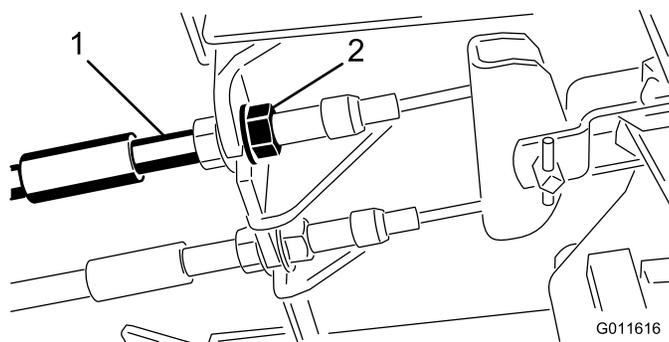

図 74
1. 遊びを減らす（ブレーキを締める）には、ブレーキケーブルのネジ山の前ナットをゆるめ、後ろのナットを締める（図 74）。